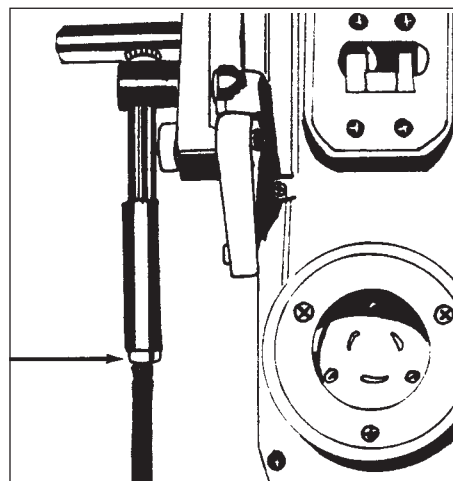

Figura 9
1. Afloje la contratuerca de la barra de control. Consulte la Figura 9.